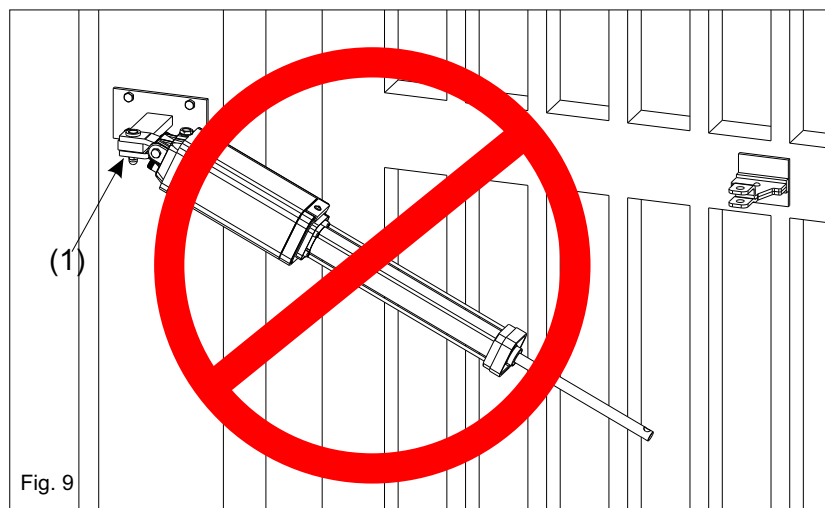

Fig. 9
-Fissare la forcella oscillante come in fig.9